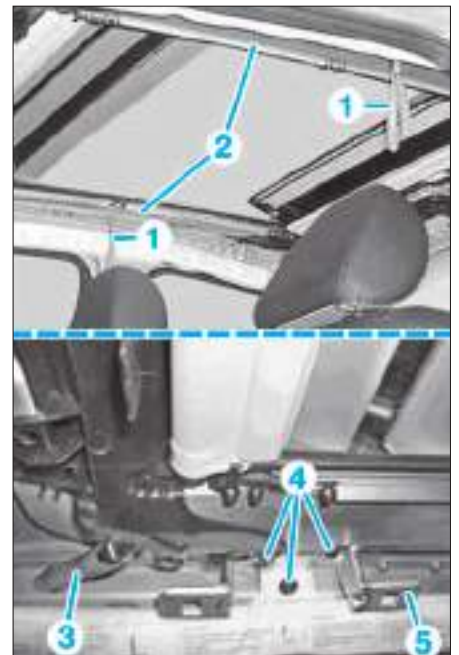

FIG. 55
- Placer une pince de maintien (1) sur chacun des côtés gauche et droit du cadre de toit ouvrant (2) (Fig.55).